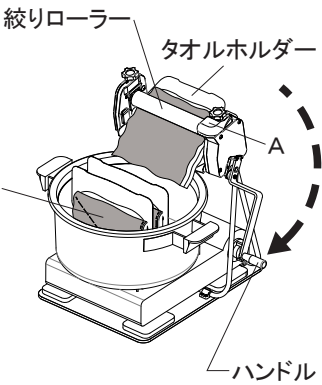

図21
3. 図21のようにタオルが絞りローラーの間から反対側に出てくるまでハンドルを回転させてください。左手は、Aの部分を軽く押さえて行ってください。